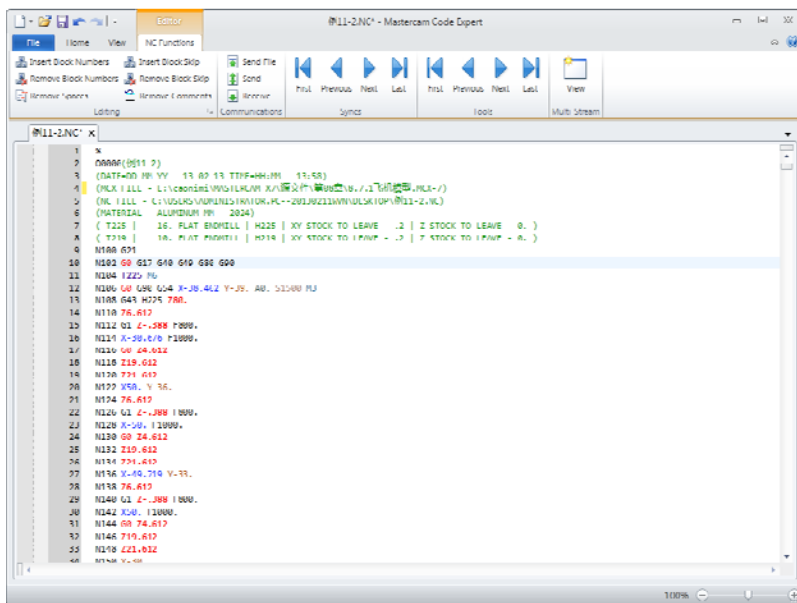

图 8-26 生成 NC 程序
- NC 文件：设置 NC 文件产生后的保存方式，有覆盖、询问和编辑 3 个选项。生成的 NC 程序格式如图 8-26 所示。